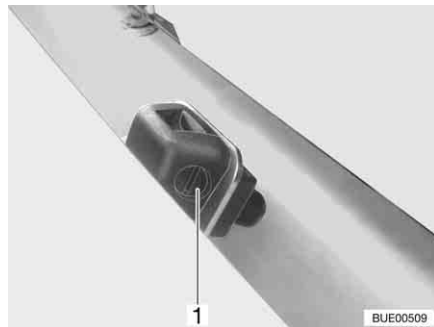

Fig. 28 Ugelli lavavetro
- Servendosi di un cacciavite appropriato, girare la vite di regolazione (Fig. 28,1) fino a raggiungere la posizione desiderata.